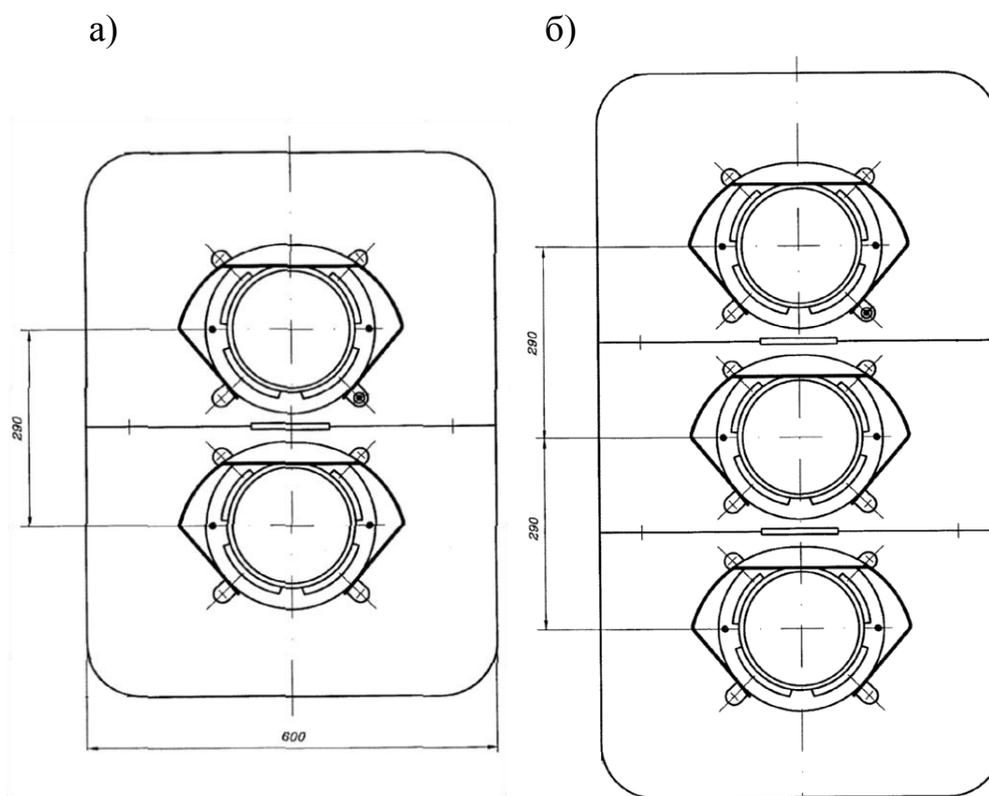

Рис.3. Фоновый щит двух- (а) и трехзначной (б) светофорной головки
7.4.1. Для замены фонового щита двух- или трехзначной светофорной головки представленного на рис.3 следует выполнить следующие действия: